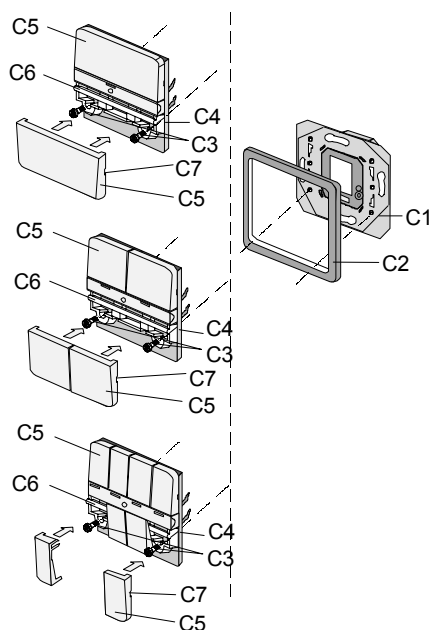

Bild 3: Montager Reihenfolge
- Stecken Sie das Tastermodul (C4, Bild 3) gemeinsam mit dem Rahmen (C2) auf den Busankoppler UP (C1) und drücken es fest zusammen.
Wichtig dabei: Das Tastermodul (C4, Bild 3), die Tasterwippen (C5) plus Rahmen (C2) festhalten / andrücken.
- Den Taster (C4, Bild 3) komplett mit dem Rahmen (C2) von dem Busankoppler UP (C1) abziehen: